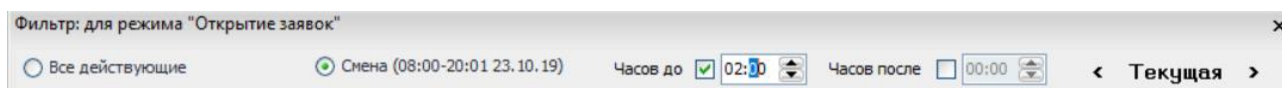

Рисунок 9.25 – Краткий фильтр для режима «Открытие / закрытие заявок»
- Выбор заявок на смену и / или всех действующих заявок – для режима «Открытие / закрытие заявок» (Рисунок 9.25).
При выборе критерия фильтра «*По сменам*» отображает перечень смен с возможностью выбора текущей, следующей, предыдущей смены, и параметров смещения времени, относительно текущей смены (Рисунок 9.25). По умолчанию флаги «Часов до» и «Часов после» не выставлены, смещение относительно смены 00 часов, 00 минут. Допустимо задавать смещение не более 23 ч. 59 мин.